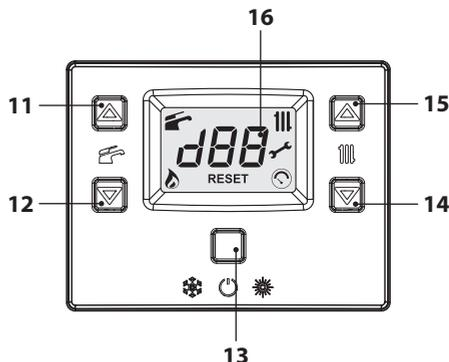
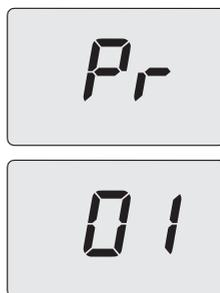

Figura 5.21
Figura 5.22
- Entrare in "modalità programmazione" premendo contemporaneamente per 10 secondi i tasti 13-14-15 (Figura 5.21) fino a far apparire sul display LCD le lettere **Pr** che si alternano al numero del parametro **01**, indicanti l'entrata nel "parametro 01" (Figura 5.22).
- Premendo il tasto 13 (Figura 5.21) si ottiene la conferma del valore inserito. Sul display appare per 3 sec. la scritta "Ok" (Figura 5.24), per poi visualizzare la lista dei parametri.